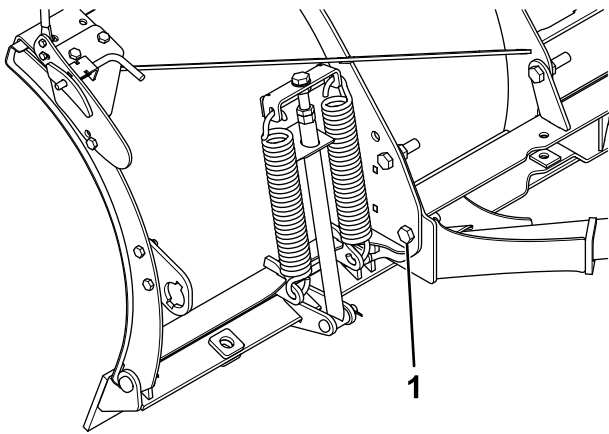

Figure 6
10. Retirez le boulon et le contre-écrou qui fixent la barre de poussée, comme montré à la Figure 6. Mettez le boulon au rebut, mais conservez le contre-écrou.